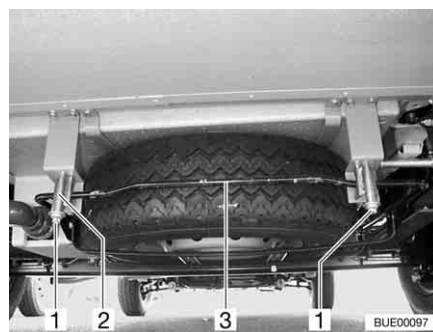

Fig. 296 Supporto per la ruota di scorta (cestino di alloggiamento)
- Allentare i dadi (Fig. 296,1) sul gancio destro e sinistro (Fig. 296,2) del supporto per la ruota di scorta.
- Premer leggermente la staffa (Fig. 296,3) verso l'alto. Contemporaneamente spingere il gancio verso il basso e sganciare la staffa.